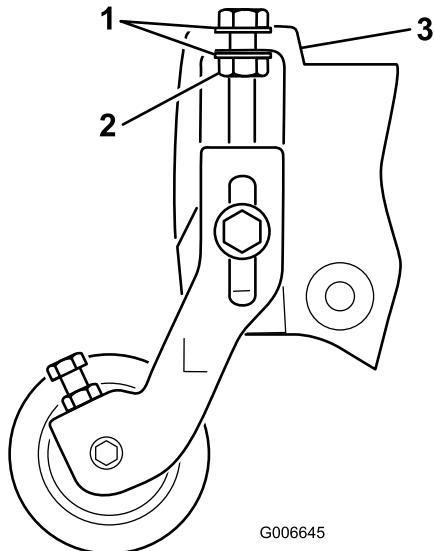

Bild 5
Hinweis: Die Scheiben an den Schnithöhen-Einstellschrauben müssen sich an jeder Flanschseite an der Seitenplatte befinden (Bild 5).
- Ziehen Sie die Sicherungsmutter an der Schnithöhen-Einstellschraube fest, bis die Scheiben den Seitenplattenflansch berühren, lösen Sie die Mutter dann um eine halbe Umdrehung (Bild 5).